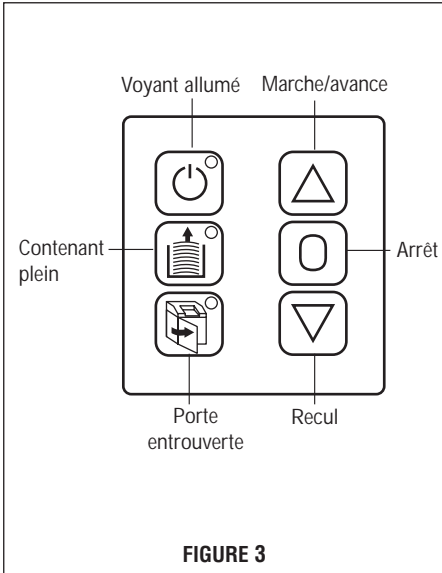

FIGURE 3
**FIGURE 3.** Appuyez sur le bouton  de Démarrage. Le voyant vert s'allume lorsque l'appareil est prêt à fonctionner. *Vous êtes maintenant prêt à déchiqueter !* Pour déchiqueter, vous n'avez qu'à insérer le papier dans l'ouverture de l'appareil. Lorsque votre document a activé la fonction automatique, l'appareil démarre automatiquement et s'arrête lorsque le document est déchiqueté.